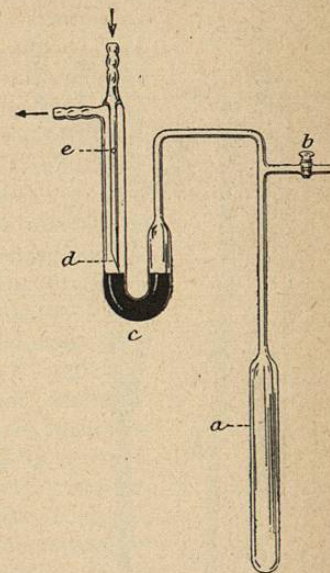

Fig. 90.
a. *Régulateurs à air.* — On a employé l'air. Le régulateur de Bohr (fig. 90) se compose d'un réservoir (a) rempli d'air, avec son robinet (b), et d'un tube en U (c) dont la seconde branche contient un tube taillé en bec de flûte (d), et muni d'un orifice de sûreté (e). Du mercure occupe le fond de l'U. On ferme le robinet (b) lorsque la température cherchée est obtenue. Le tube (a) doit être très sec. On peut régler à toutes les températures pourvu qu'elles soient au-dessous du point de fusion du verre.